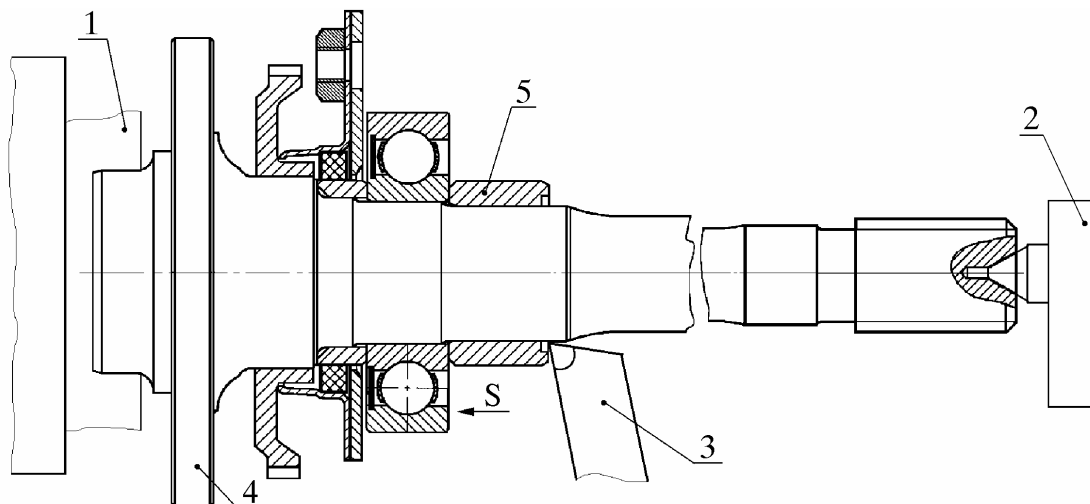

Рис. 4. Снятие зажимного кольца с полуоси:
4.5.2. Установить полуось 4 (рис. 4) в сборе в патрон 1 токарного станка, поджать задней бабкой 2 с центром другой конец полуоси, как показано на рис. 4.